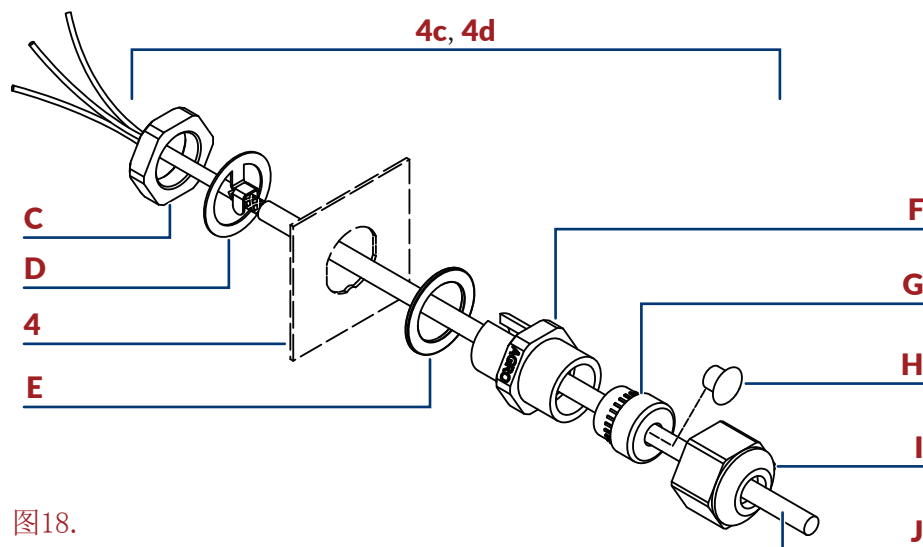

图18.
5. 用 **22** 号开口扳手拧开配件连接板 **4** 上固定线桥卡头 (**PHOTO**) **F**（见 第44页图18）的螺母 **C**。